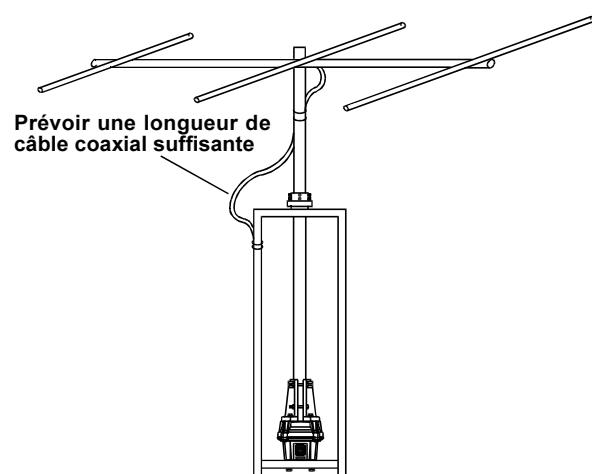

Figure 16
11. Prévoir une longueur de câble coaxial suffisante pour qu'une rotation de 450° puisse être effectuée sans gène (voir Figure 16). Enfin fixer le câble coaxial à plusieurs endroits sur le pylône en prenant garde au coulissemement éventuel du pylône